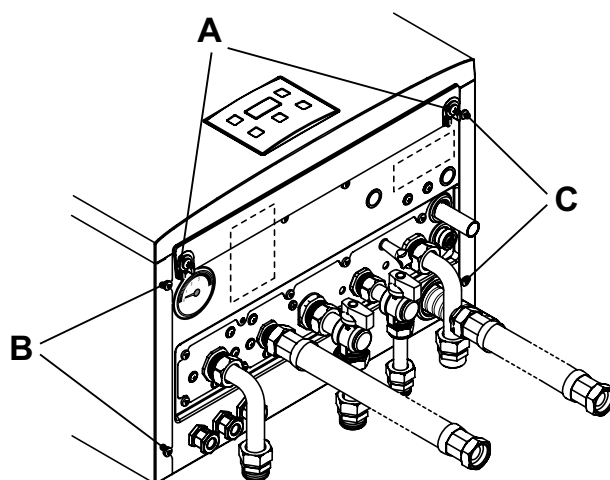
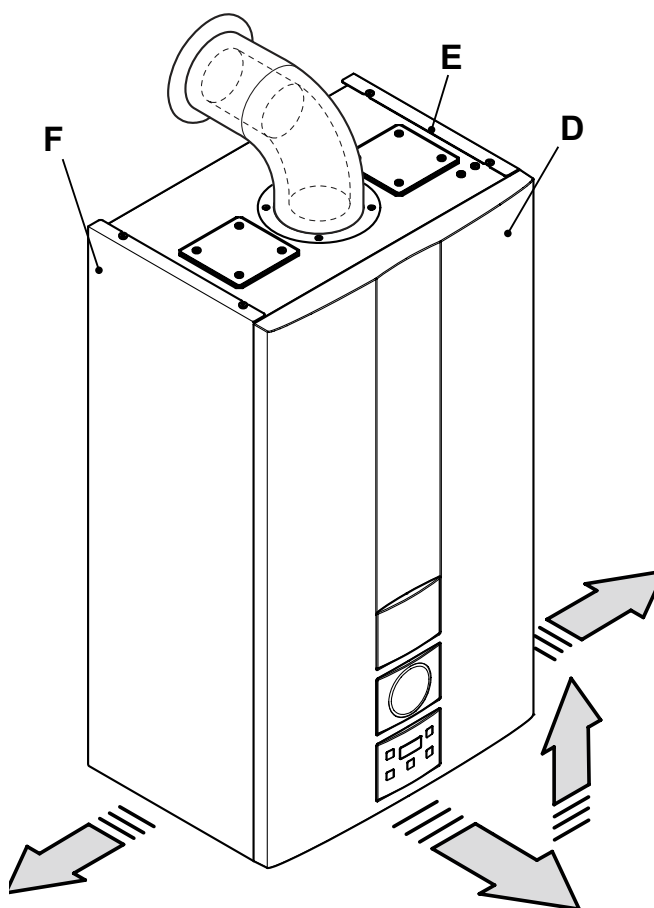

Figura 9.1
Figura 9.2
- Svitare le viti A e rimuovere il pannello frontale D tirandolo a sè e quindi spingendolo verso l'alto in modo da liberarlo dalle sedi superiori (Figura 9.1 e Figura 9.2).
Allentare la viti B e C in Figura 9.1 e togliere i due pannelli laterali E ed F tirandoli verso l'esterno.
- Bloccare il pannello frontale D con le apposite viti A (Figura 9.1 .